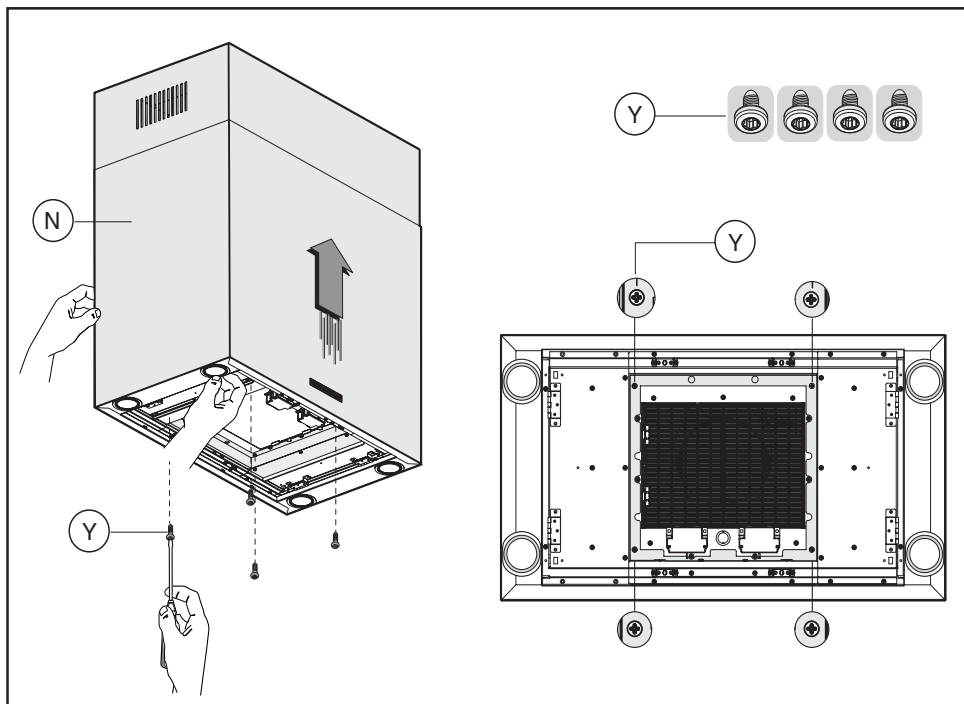

Fig.15
- Pegue o bloco **N** e monte-o com a chaminé superior, fixando-o definitivamente com os 4 parafusos **Y** (Fig. 15).